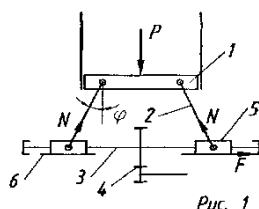

Рис. 1
- 19) Как определить величину усилия N в стержнях 2 пакетир - пресса (рис.1), если усилие в штемпеле 1 равно P , угол наклона стержня к оси пресс - камеры φ ?